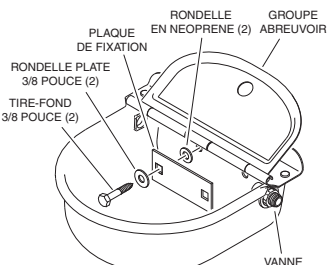

Figure 2
5. Mettez l'abreuvoir en place suivant l'illustration (voir Figure 2 ou 3).